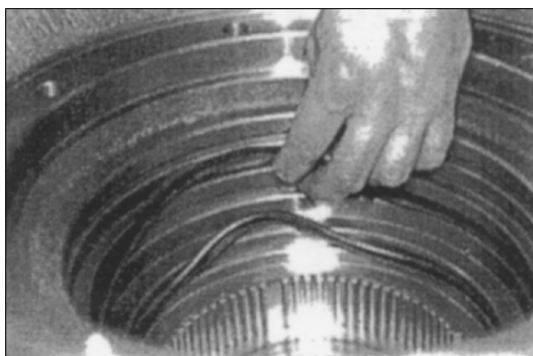

Рис. 75
13. Снимите уплотнительное кольцо и опорное кольцо. Рис. 75.